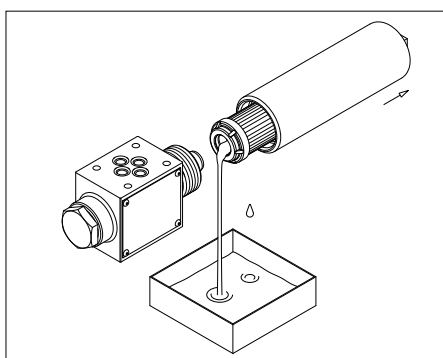

fig. 11
- (Fig. 11) Estrarre l'elemento filtrante insieme al contenitore e drenare il fluido dal foro del cerchietto